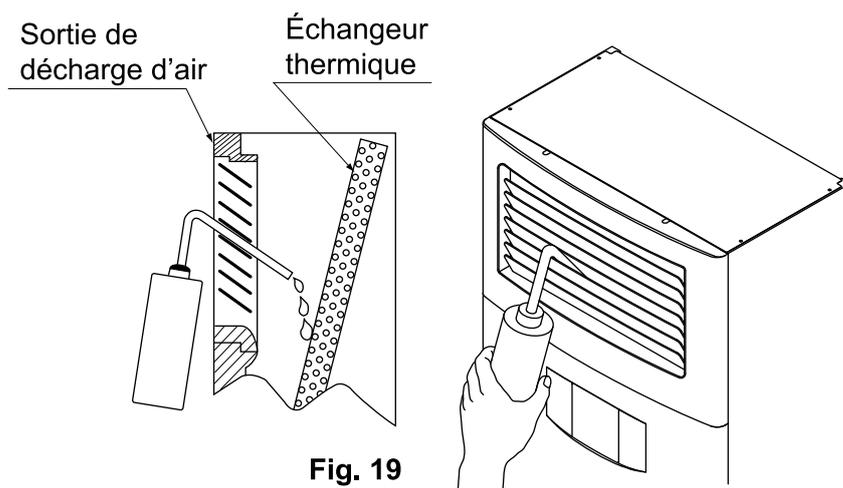

Fig. 19
- Versez soigneusement environ 1 litre d'eau dans la sortie de décharge d'air de façon à ce qu'elle tombe directement sur l'échangeur thermique, à un angle qui ne provoque pas d'éclaboussures (**reportez-vous à la fig. 19**).